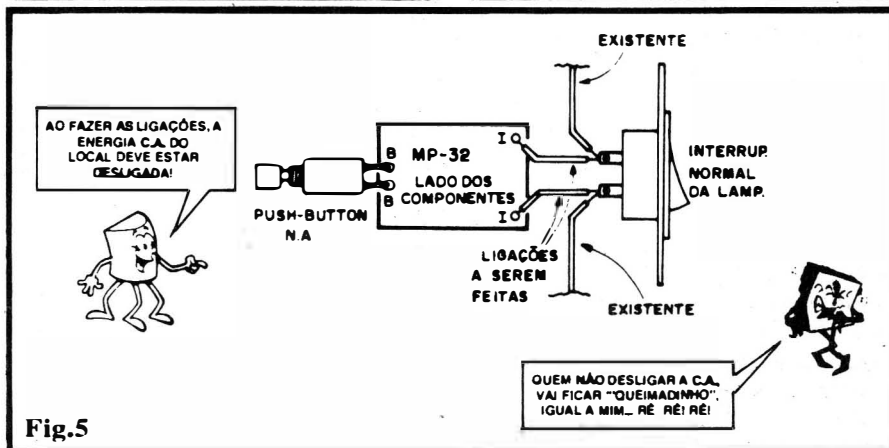

Fig.5
- **FIG. 5 - OUTROS DETALHES COM O "DEDÔMETRO"** - Sempre lembrando que a função básica de um provador de continuidade é "ver" se a eletricidade, em forma Contínua, "está passando ou não" por um condutor,
- **FIG. 5 - CONEXÕES EXTERNAS À PLACA - INSTALAÇÃO BÁSICA** - Como são poucas (e simples) as ligações externas, aproveitamos a ilustração para já dar uma idéia também da instalação elétrica final da ITEC... No-
- 6-B - Com o sistema de ligação/fixação mostrado em 6-A, a placa do circuito (pequena e leve...) poderá, na instalação final, ser "sustentada" pelo próprio **push-button**, sem o menor problema! A figura mostra um perfil do conjunto, com o "pescoço" do **push-button** preso, (pela porca e rosca "residentes" no componente...) ao espelho do interruptor anexo, ficando a plaquinha da MP-32 (ITEC) suspensa e sustentada por tal conexão mecânica... Não esquecer das (não mostradas...) conexões entre os pontos I-I da placa e os terminais do interruptor anexo, conforme ilustra a fig. 5...
Durante toda a fase da instalação final do ITEC (figs. 5 e 6...), é **absolutamente obrigatório** que o setor da instalação elétrica local esteja **desenergizado**, por razões de segurança! O procedimento certo (e necessário...) é **DESLIGAR A CHAVE GERAL** da energia, ao promover a mostrada instalação, voltando a ligar a C.A. apenas depois de tudo devidamente efetivado. Convém ainda, para maior segurança futura da própria instalação, que o lado cobreado da placa de Circuito Impresso seja totalmente recoberto por fita isolante, tomando-se também o cuidado de **não permitir** o contato de nenhum terminal ou parte metálica presente no lado dos componentes, com qualquer outro ponto condutor da própria “caixa” do interruptor!
Assim, com o PIV intercalado no sistema, e autorizado através de uma pequeninha chave "secreta" (ver fig. 5) o motor fica "intermitente", ou seja: pode ser acionado durante cerca de 10 segundos mas, se o for, nos próximos 10 segundos ficará inabilitado, e assim indefinidamente, enquanto o interruptor do PIV estiver ligado (e essa "chavinha" escondida e secreta está em local apenas conhecido do dono do veículo...)! Esse "comportamento" do carro é mais do que suficiente para que o ladrão abandone o veículo, imediatamente, já que absolutamente não lhe interessa "puxar" um carro que "anda e para, anda e para", além do que esse "efeito canguru" obviamente chama a atenção (a última coisa que um "caranguejeiro" quer, no exercício da sua "nobre profissão"...). Com toda a certeza, o carro roubado será abandonado poucas dezenas de metros além do local do furto, onde o proprietário poderá recuperá-lo, sem problemas...
- FIG. 6 - SUGESTÃO PARA A CAIXA DO PIV - Quem for do tipo "caprichoso" poderá acondicionar o circuito numa caixinha, nos moldes sugeridos na figura... O **container** poderá ser dotado, numa das laterais, de uma pequena barra de conectores parafusáveis ("Sindal") através da qual serão feitas as ligações indicadas na fig. 5... Convém codificar nitidamente todos os terminais de acesso, para que não surjam problemas na hora de efetivar as conexões... Notem ainda que, além dos contatos obrigatórios (+) (-) (P), essa barra pode conter as conexões (A) (K), destinadas à ligação remota do LED piloto, feita através de um cabinho paralelo (dois fios) fino, no comprimento necessário e conveniente... Com o auxílio estético e mecânico de um pequeno soquete, o tal LED pode ser elegantemente fixado no painel do carro, em posição evidente, seja para quem encontra-se no interior do carro, seja para quem esteja fora dele... Por razões de se-
gurança, a caixinha com o circuito deve ficar bem protegida, de preferência escondida atrás do painel, ou sob alguma peça grande no próprio compartimento do motor... A conexão entre a saída (P) do PIV e o terminal de platinado da bobina (asterisco 3, na fig. 5) deve ser bem "disfarçada", evitando que um ladrão mais esperto a veja e a desfaça imediatamente, no caso de abrir o capô do veículo... Quanto à chavinha "secreta" do PIV, seu próprio nome já indica: deve ficar bem escondidinha (sob o banco, dentro do porta-luvas, no vão do apoio de braço interno da porta, sob o painel, em baixo do tapete, etc.). Como a Corrente nesse interruptor é mínima, o componente pode ser minúsculo, o que facilitará bastante o seu "escondimento"... Observem (fig. 5) que o PIV "puxa" a sua alimentação via chavinha secreta, ao acesso (+), diretamente dos 12V presentes na linha do positivo, proveniente da bateria do veículo, antes do comando exercido pela chave de ignição... Contudo, o consumo do circuito em si, inferior a 50mA, pode ser considerado irrisório, frente à capacidade normal de uma bateria de veículo, com o que o usuário não precisa se preocupar com uma eventual "descarga" em virtude da presença do PIV (o circuito pode funcionar ininterruptamente por vários dias, com a mesma energia necessária ao acendimento de um farol por alguns minutos!).